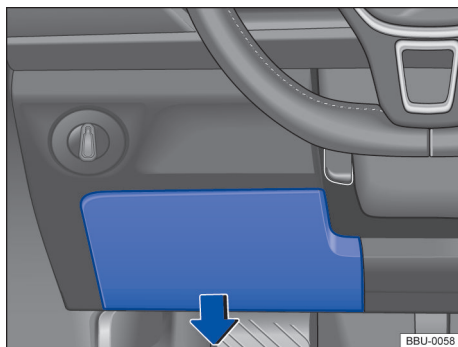

Fig. 158 No painel de instrumentos no lado do condutor: cobertura da caixa de fusíveis.
- Puxe a parte inferior da cobertura no sentido da seta → Fig. 158 e remova a cobertura para baixo.
- Para *montá-la*, introduza por baixo no painel de instrumentos e pressione no sentido contrário ao da seta → Fig. 158 até que o travamento encaixe de forma audível.